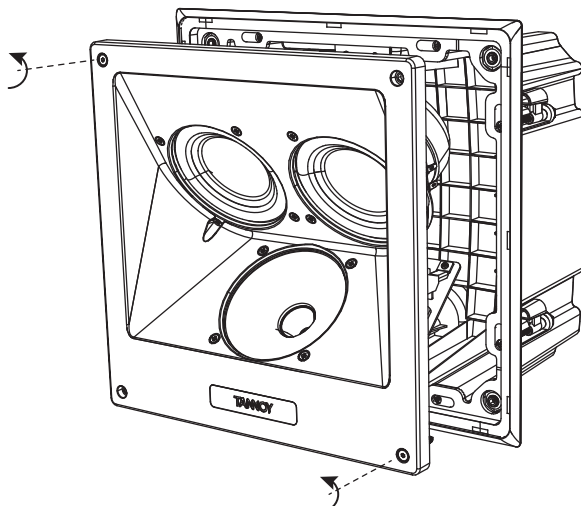

Fig. 14. Removing the loudspeaker from the back can
4. Om högtalarenheten redan är monterad på baksidan (till exempel under transport), ta bort den från baksidan genom att lossa skruvarna som håller den på plats (fig. 14).